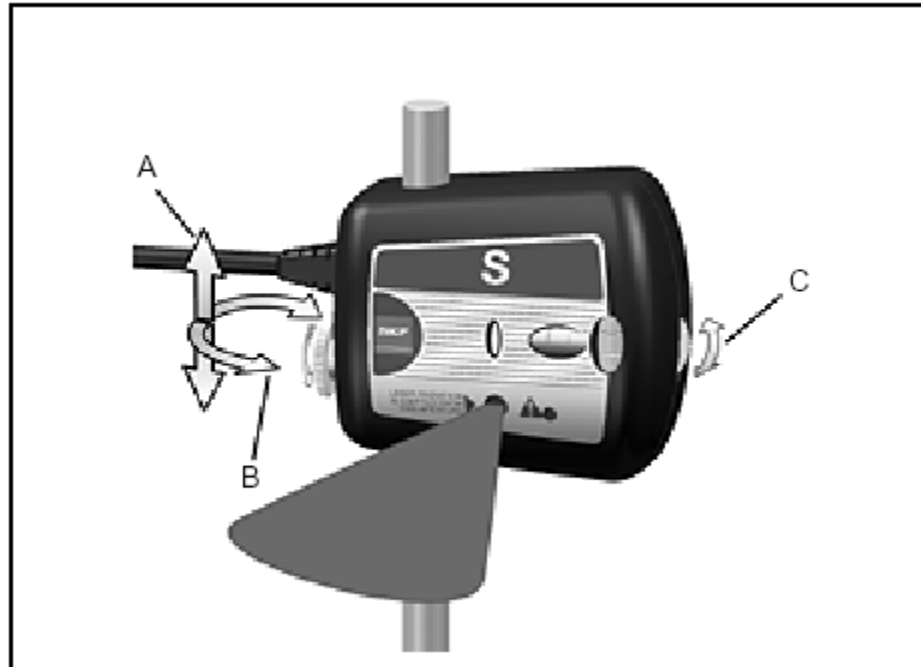

图 14. 激光位置的调整
- c) 若需要较大量的调节，请松开测量单元的左边的紧固螺丝（见图 14）。然后可沿支撑杆旋转测量单元，同时还可上下移动。若要在垂直方向上细调激光的位置，可旋转测量单元右侧的旋钮。